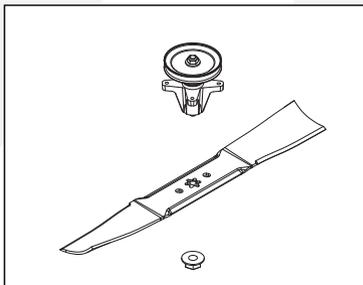

Fig. 28
5. Retire la tuerca de la cuchilla y la cuchilla. (Fig.28)